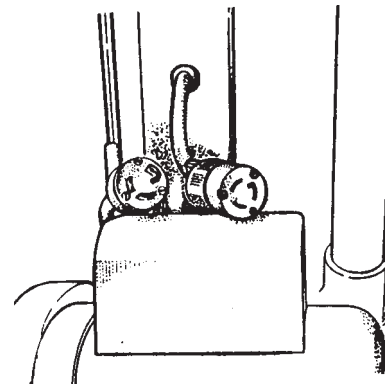

Figura 7
5. Conecte el cable flexible de la manija al cable del motor. Alinee la clavija de tierra, insértela y túrzala. Consulte la figura 7.